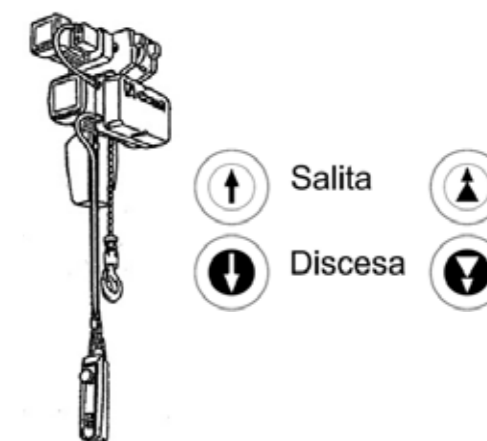

fig.47
- ▶ Procedere con le medesime verifiche al controllo di "salita/discesa" del paranco avendo cura di far funzionare prima in un senso (discesa) e poi nell'altro (salita) con due brevi impulsi necessari solamente ad accertare il corretto senso di rotazione (fig.47).